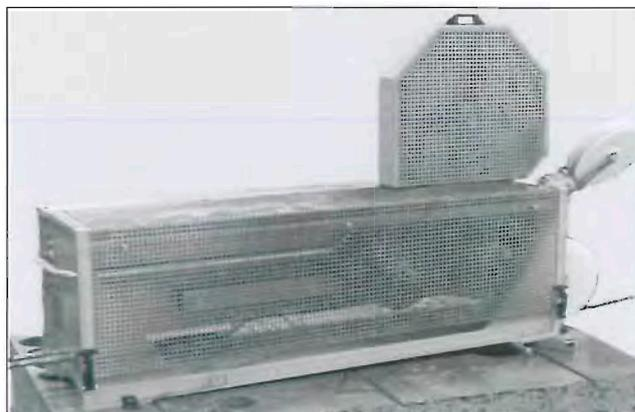

Рис. 5.2 Канатный привод закреплен на анкерах
3. Пробурите отверстия под анкера для крепления. Надежно закрепите привод на анкера с помощью анкерных креплений (Рис. 5.2)